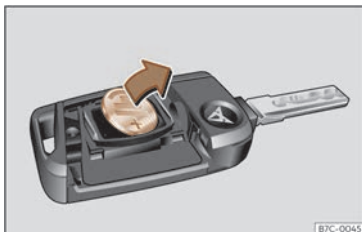

**Fig. 68** Clé du véhicule : retirez la pile.
- Retirez la pile du compartiment à l'aide d'un objet fin approprié >>> fig. 68.
- Placez la pile neuve comme indiqué >>> fig. 68 et appuyez-la contre le logement des piles dans le sens contraire de la flèche >>> ①.